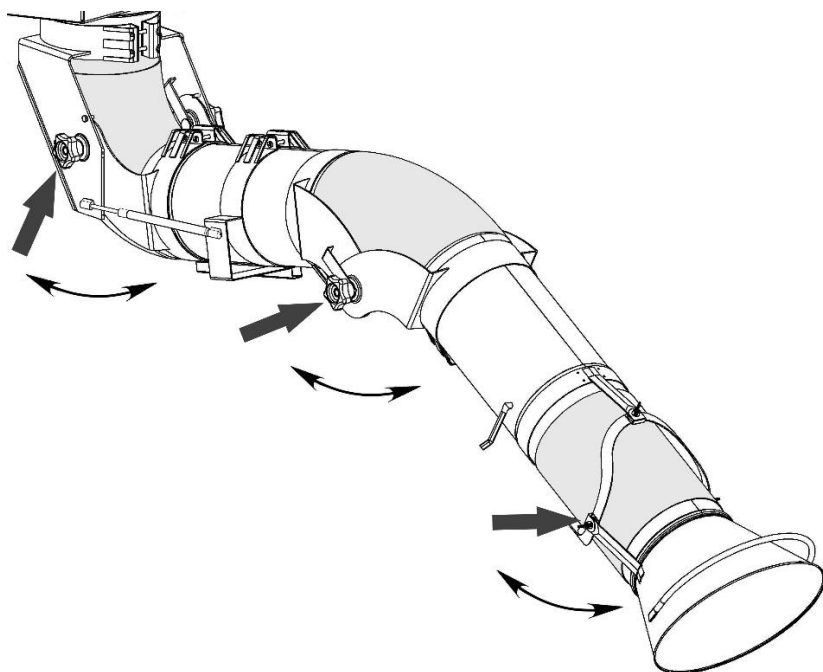

Рисунок 11
5.6.1 Шарниры устройства в зафиксированном состоянии защищены от проскальзывания фрикционными прокладками. Для изменения положения устройства необходимо открутить рукоятки (рисунок 11), поднять или опустить воздуховодную часть так, чтобы воздухоприёмная воронка оказалась непосредственно над местом выделения загрязнений воздуха, затянуть рукоятки.